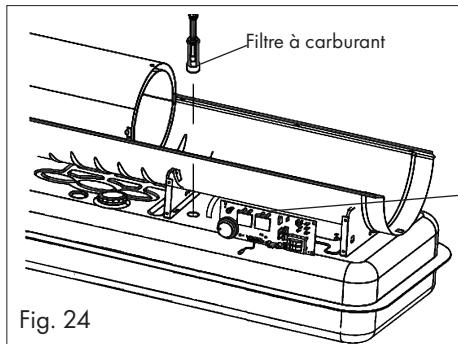

Fig. 24
- Retirez le tuyau de carburant du filtre à carburant (H).
- Retirez le filtre à carburant (H) du réservoir, Voir Fig. 24